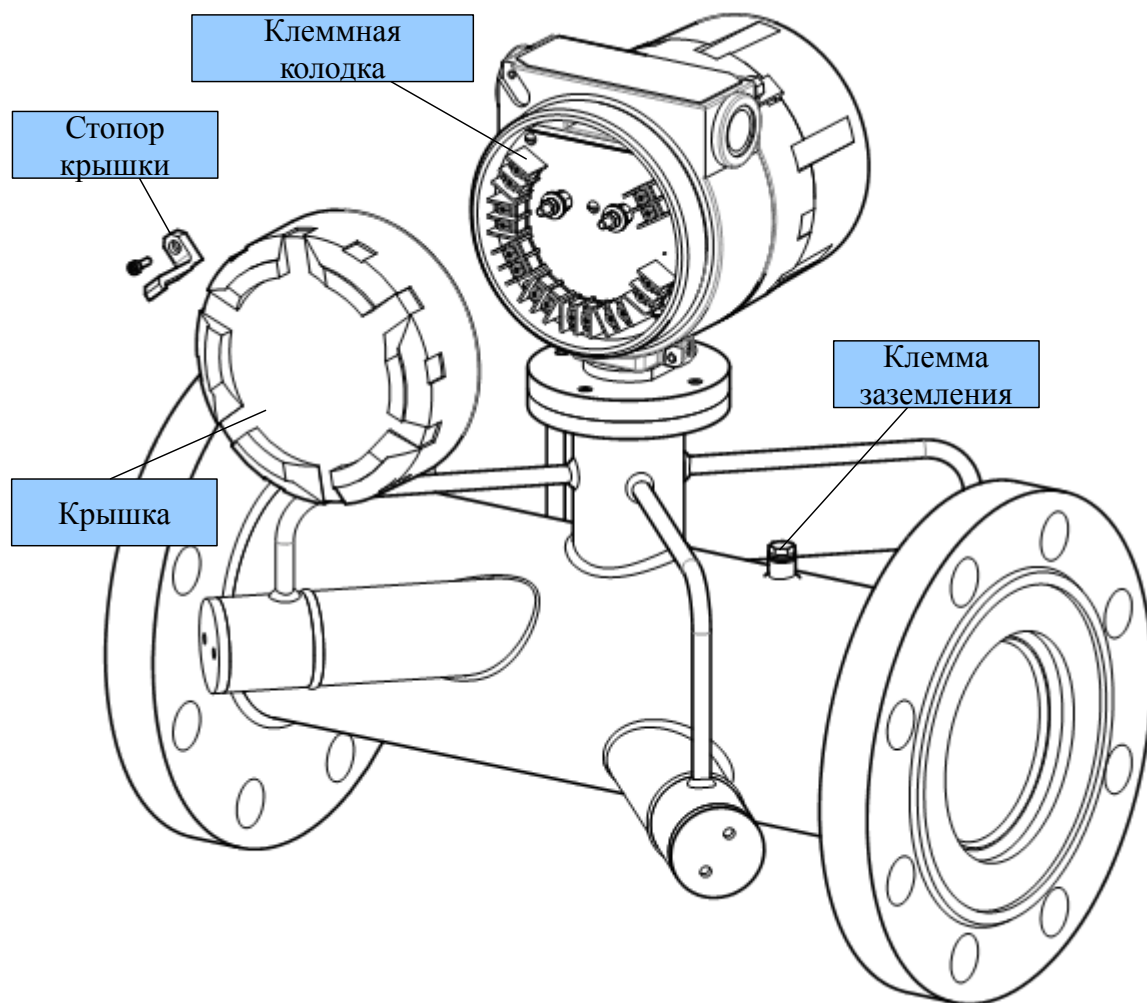

Рисунок 2.1. Датчик ДРУ.
8. Если кабели помещены в металлические кабелепроводы, присоедините провода заземления кабелепроводов к клемме заземления на корпусе датчика (рисунок 2.1).